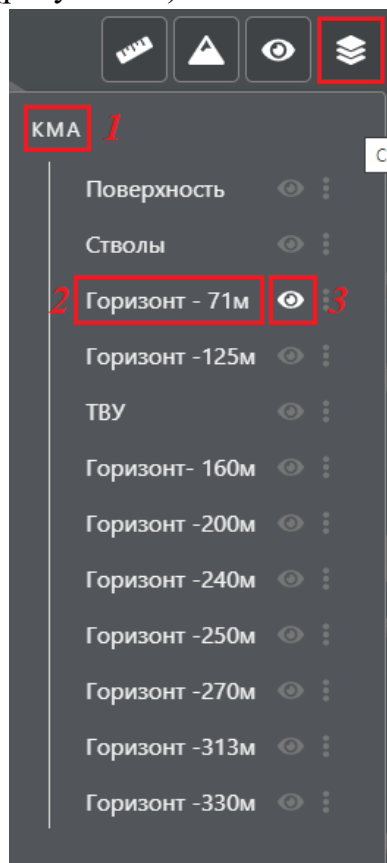

Рисунок 25 – Меню «Слой».
2.9.1. Каждая модель может состоять из нескольких слоев, которые могут представлять информацию о разных горизонтах в шахте. За работу со слоями отвечает пункт меню «Слой» (рисунок 25)